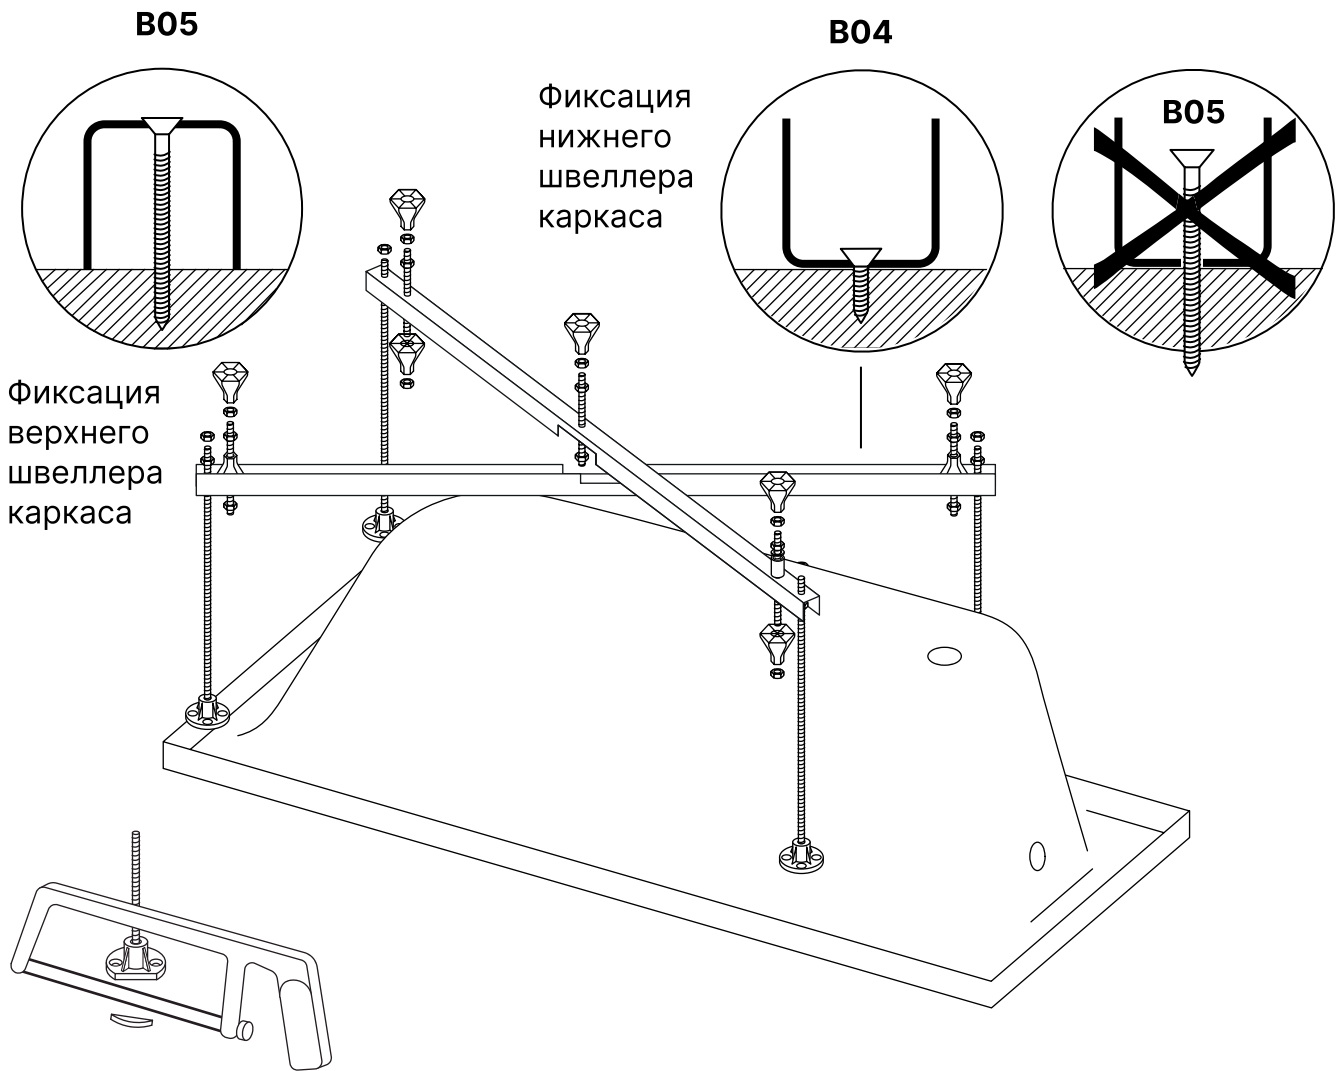

рисунок 4
- 3.3. При необходимости (если борта ванны узкие) или для лучшего прилегания удалите лишние части подпятника ножовкой по металлу оставив минимум 2 отверстия для крепления. - рисунок 4.